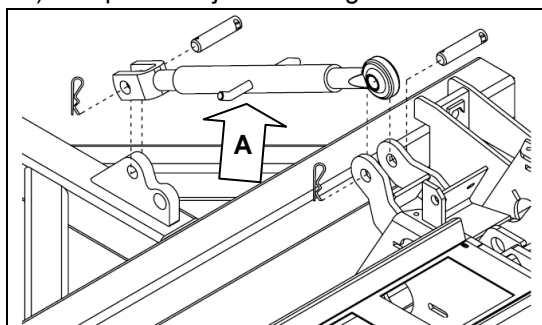
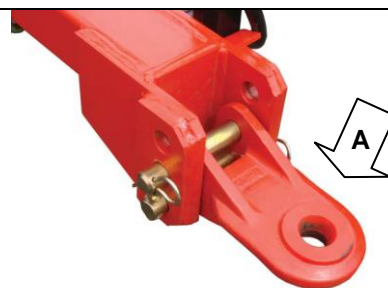

Figura 03
Figura 05
- 3) Acople o regulador do cabeçalho “A” no ponto superior do chassi e no furo superior do cabeçalho (Figura 03)
- 5) Acople o conjunto do engate “A” ao cabeçalho (Figura 05).
- 6) Utilizando o regulador do cabeçalho "A" (Figura 03), e o engate com rótula "A" (Figura 05) ajuste a altura do engate do cabeçalho à barra de tração do trator, a seguir efetue o engate da plantadora ao trator e trave o pino de engate com a trava de aço;